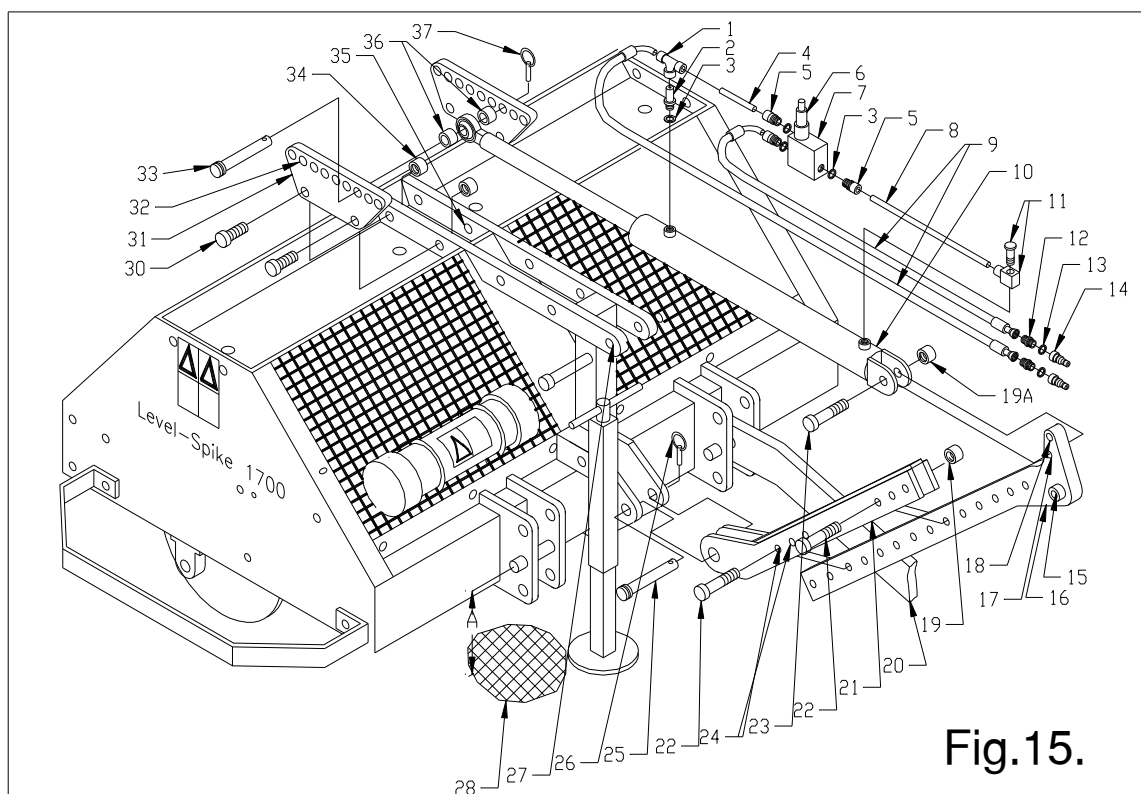

Fig.15.
11.6 VÆGTOVERFØRINGSSYSTEM, Se fig.15.
Monter delene på den hydrauliske cylinder. Se fig. 15. Strømregulatoren 2 skrues i cylinderen 10. Brug kobbering 3. Monter de tre punktstykker 5 i trykreduktionsventilen 7. Brug kobberingene 3. Monter ledningerne 4/8 mellem punktstykkerne 5, T-stykke 1 og banjo 11. Monter til sidst alt på cylinderen. Når alting passer, spændes alle forbindelserne fast og sørg derved for, at reduktionsventilen monteres lodret. Derefter kan slangerne på T-stykke 1 og punktstykke 5 monteres. Monter gevindniplerne med lås i den anden ende af slangen. Brug kobbering 13 hertil. Når alt er spændt fast er cylinderen klar til brug.
Monter de symmetriske plader 31 med boltene 30 og møtrikkerne 34 i standardhullerne 35 på maskinen som angivet på fig. 15.